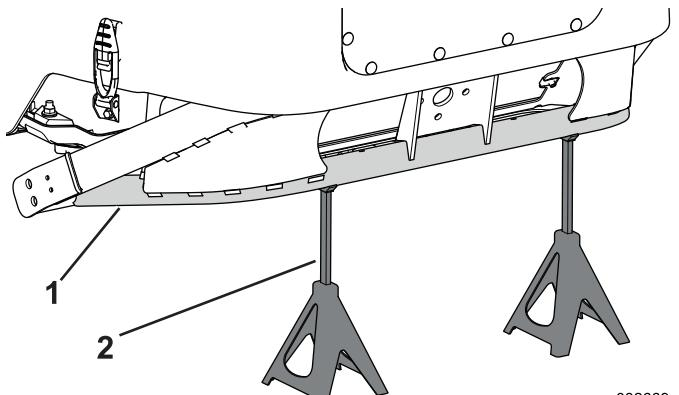

Bild 85
1. Stellen Sie zwei Stützböcke unter die Rückseite des Rahmens, um die Maschine abzustützen, wenn Sie die Vorderseite der Maschine anheben (Bild 85).